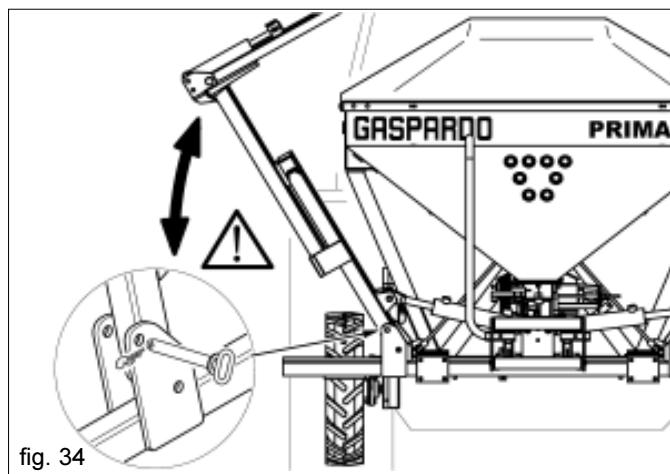

fig. 34
ATTENZIONE!: Quite los pernos de seguridad y levante completamente la sembradora del terreno antes de desplazar los bastidores laterales (Fig. 34).
- Engrasar los pernos de los brazos plegables del bastidor (Fig. 34).